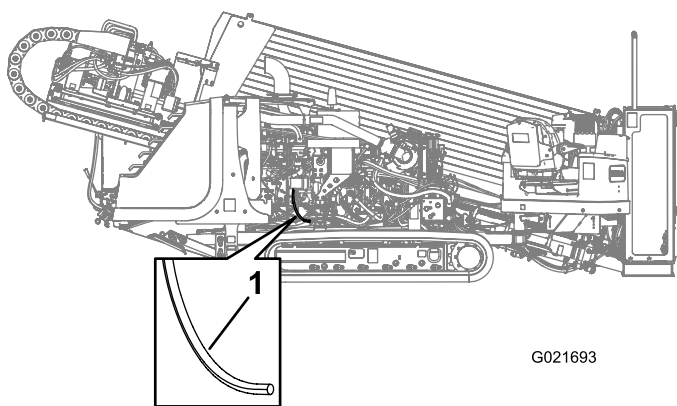

Рисунок 77
3. Осторожно вытяните вентиляционную трубку картера двигателя наружу (Рисунок 77).
4. Очистите конец вентиляционной трубки картера двигателя (Рисунок 77).